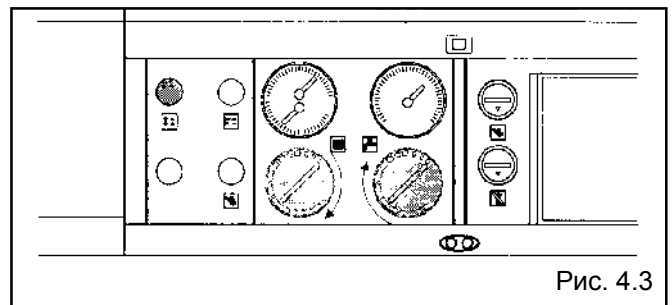

Рис. 4.3
- установите регуляторы котла на желаемую температуру (рис. 4.3);